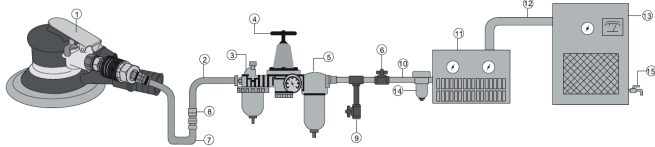

Рис. 2
- Рекомендованная схема подключения инструмента к воздушной магистрали представлена на Рис.2.